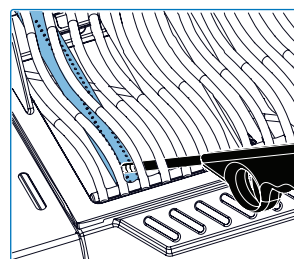

Fig. 11
1. Open burner/grill lid. (Fig. 11, Fig. 12)